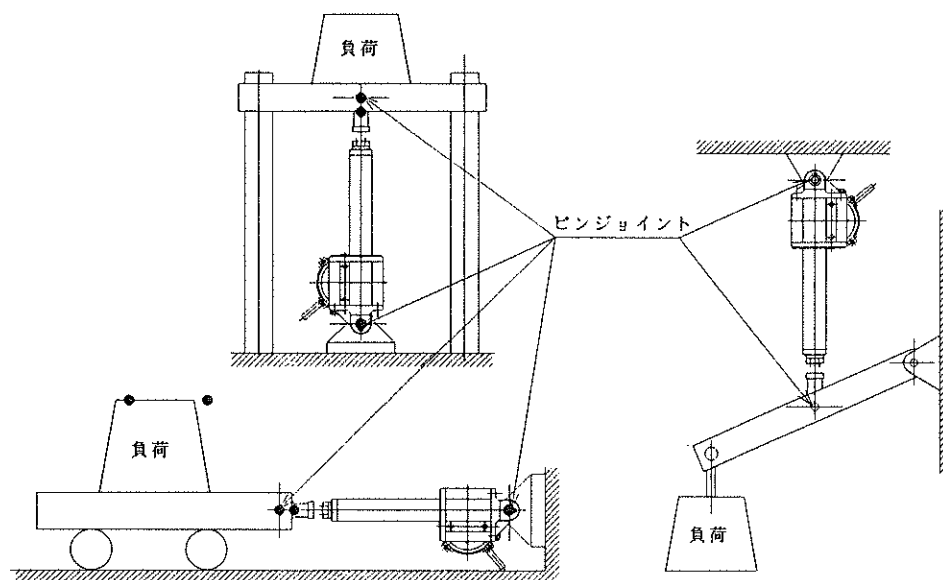

図 4 良い据付け例
- (1) パワーシリンダを取り付ける構造物は、十分な強度を持ち、歪みや変形の無い剛性が高いものをご使用下さい。
- (2) パワーシリンダに横荷重や定格推力を越える力が加わらないようにご注意ください。パワーシリンダの破損に至ったり、寿命の低下をまねきます。
- (3) 連結ピンは、パワーシリンダが曲げ荷重を受けないようにP10図4の様に平行に取り付けて下さい。
- (4) パワーシリンダ支持部及びリンク支持部には、曲げ荷重が発生しないように、十分潤滑を行って下さい。